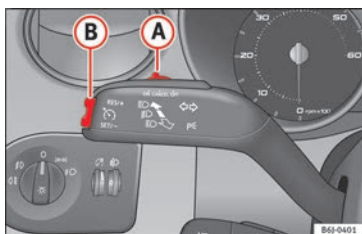

Fig. 147 Palanca de intermitentes y de luz de carretera: mando y tecla basculante para el regulador de velocidad.
- Mueva el mando » **fig. 147 A** hacia la izquierda hasta la posición **ON**.